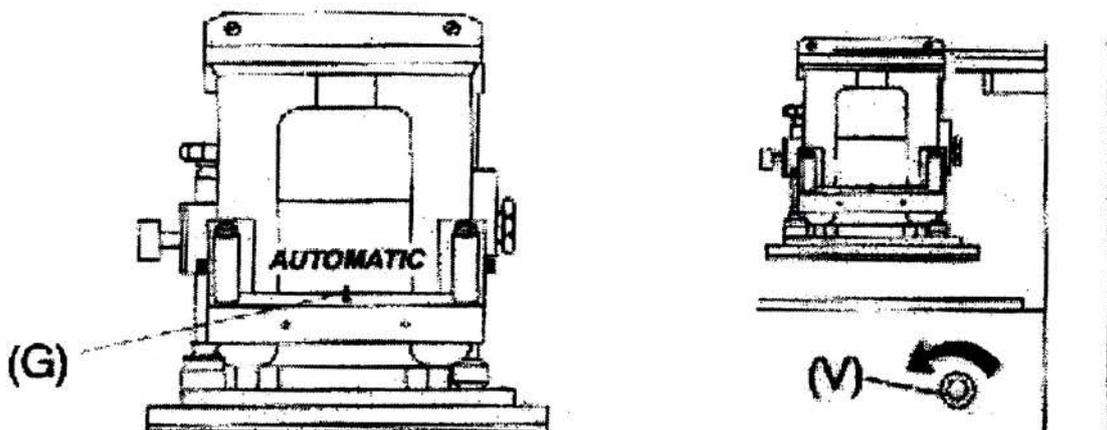

Рис.18
h) Поверните кнопку выбора режима G в положение AUTOMATIC и поверните ручку V до упора против часовой стрелки (рис. 18).